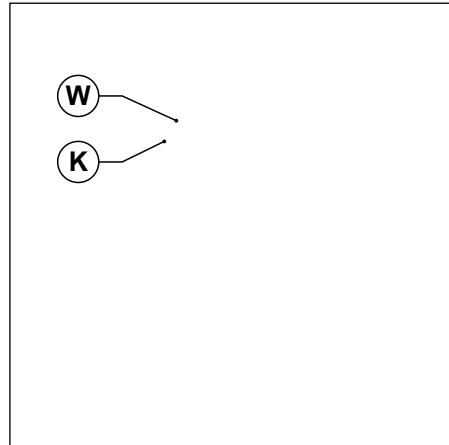

Рис. 49 Регулировка газового клапана
- Вращая ПО ЧАСОВОЙ СТРЕЛКЕ гайку **K**(смотри Рис. 49 Регулировка газового клапана) увеличивается давление на форсунке; вращая ее ПРОТИВ ЧАСОВОЙ СТРЕЛКИ, давление на форсунке уменьшается.
- Удерживая в фиксированном положении гайку **K**, посредством ключа на 10мм, вращать винт **W** ПО ЧАСОВОЙ СТРЕЛКЕ, для увеличения давления; ПРОТИВ ЧАСОВОЙ СТРЕЛКИ, для уменьшения значения давления (смотри Рис. 49 Регулировка газового клапана).